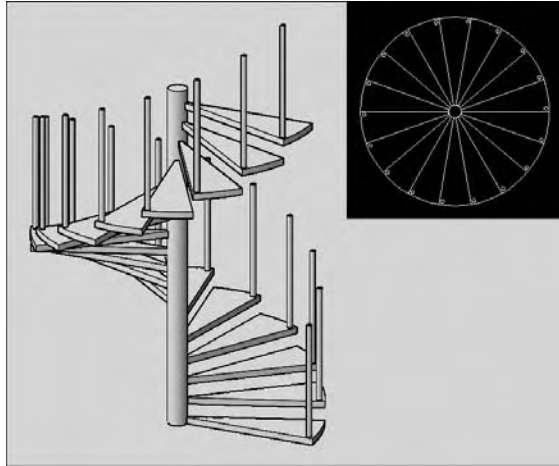

Fig.15.7
- 6 L'escalier est créé (fig.15.7).